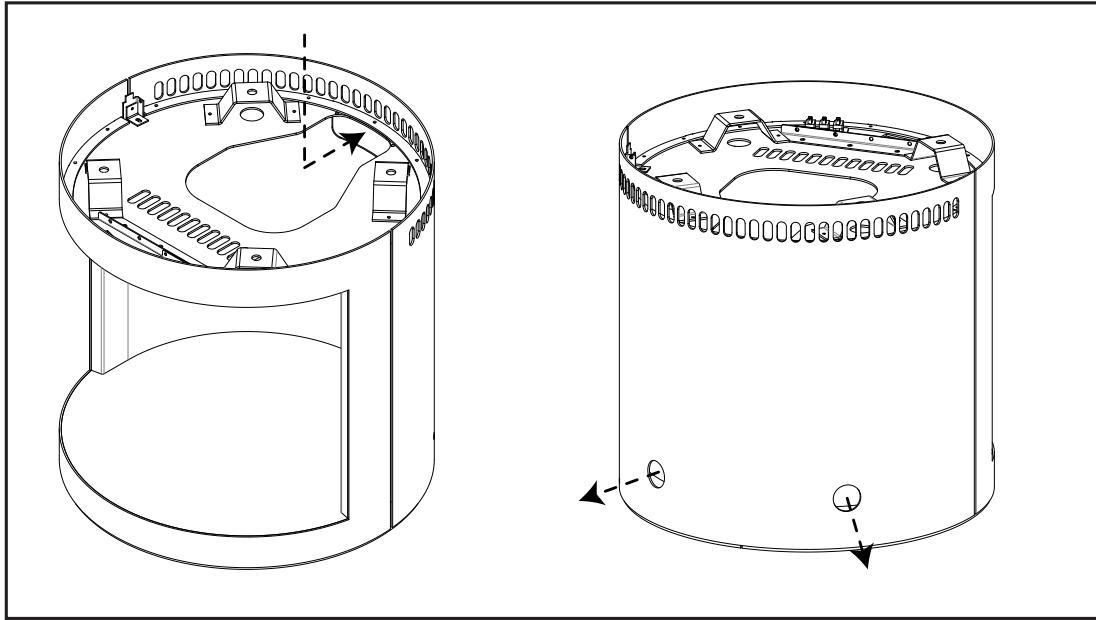

Figure 96: Réacheminement du gaz et de l'électricité sur piédestal de bois
Le piédestal de bois est doté d'un orifice défonçable situé en haut de sa paroi arrière qui permettra le passage du raccordement au gaz et à l'électricité. Cette débouchure permet d'accéder à la paroi arrière creuse du piédestal, qui mène alors à deux (2) ouvertures à l'arrière du piédestal (see Figure 96).